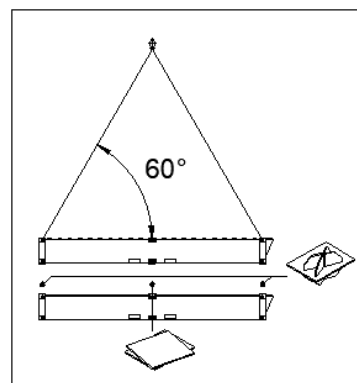

Figura 2
5. Tra le singole vasche di raccolta per acque scure (nei modelli da 10' e 20') e gli angoli esterni del container devono essere posizionati degli elementi di centraggio (Stacking Cones), mentre in posizione intermedia tra la longherina del tetto e il longherone a pavimento devono essere inseriti degli spessori (solo per il modello da 20'); vedere figura 2.